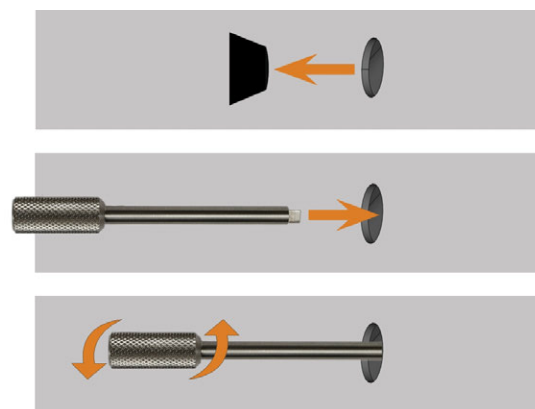

FIG. 47 UTILISER LA CLÉ DE DÉVERROUILLAGE DE SÉCURITÉ
3. Désactivez le verrouillage de sécurité de la porte de la chambre de travail, comme indiqué sur la figure ( Fig. 47 en dessous) :